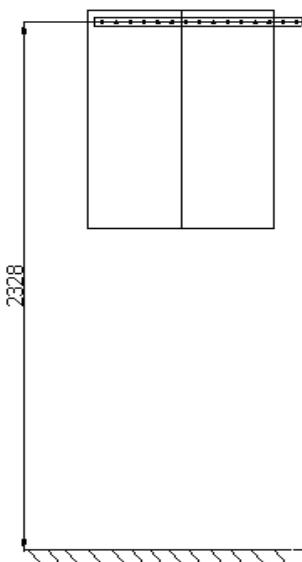
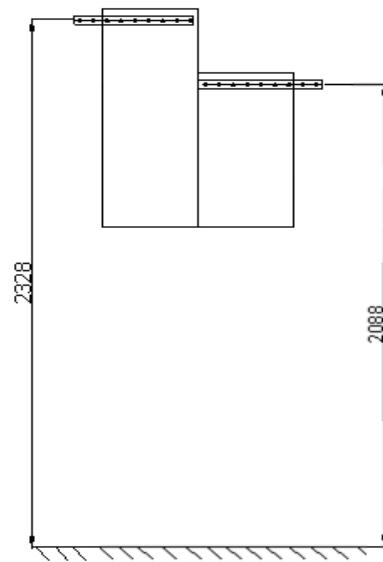

Рис. 13
Рис. 15
1. Разметить и закрепить монтажную шину. Высота крепления зависит от высоты верхних навесных шкафов, и может быть одноуровневой (Рис. 13, 14), либо разноуровневой (Рис. 15). На рисунках указаны стандартные высоты от пола до центра отверстий нашине